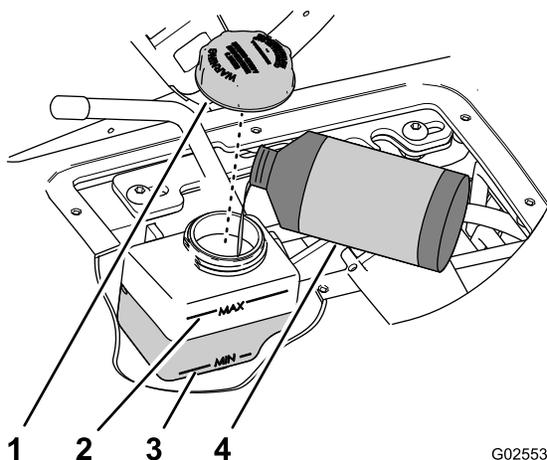

**Рисунок 60**
1. Снимите ручки с рычага гидравлического механизма подъема и рычага диапазона скоростей (Рисунок 60).
2. Выверните 6 винтов с шестигранными головками с буртиками (#10 x ¾ дюйма), которые крепят плоскую крышку консоли рычагов управления к основанию сиденья, и снимите плоскую крышку (Рисунок 60).
6. Совместите отверстия в плоской крышке консоли рычагов управления с отверстиями в основании сиденья (Рисунок 60).
7. Прикрепите плоскую крышку к основанию с помощью 6 винтов с шестигранными головками с буртиками (Рисунок 60), снятых при выполнении действий, описанных в пункте 2.
8. Наверните ручки на стержни рычага гидравлического механизма подъема и рычага диапазона скоростей (Рисунок 60).
2. Снимите ручки с рычага гидравлического механизма подъема и рычага диапазона скоростей (Рисунок 60).
3. Выверните 6 винтов с шестигранными головками с буртиками (#10 x 3/4 дюйма), которые крепят плоскую крышку консоли рычагов управления к основанию сиденья, и снимите плоскую крышку (Рисунок 60).
9. Совместите отверстия в плоской крышке консоли рычагов управления с отверстиями в основании сиденья (Рисунок 60).
10. Прикрепите плоскую крышку к основанию с помощью 6 винтов с шестигранными головками с буртиками (Рисунок 60), снятых при выполнении действий, описанных в пункте 3.
11. Наверните ручки на стержни рычага гидравлического механизма подъема и рычага диапазона скоростей (Рисунок 60).